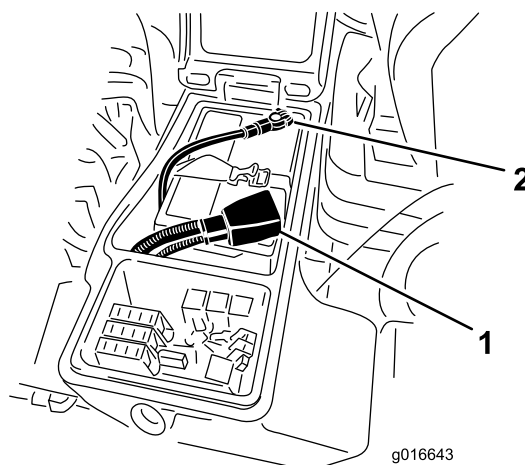

Figura 57
4. Collegate il cavo positivo (rosso) al terminale positivo (+) e il cavo negativo (nero) al terminale negativo (-) della batteria (Figura 57). Fissate i cavi ai poli con viti a testa cilindrica e dadi. Verificate che il morsetto positivo (+) sia completamente sul polo, e che il cavo sia posizionato in modo aderente alla batteria. Il cavo non deve toccare il coperchio della batteria. Fate scorrere la guaina di gomma sul morsetto positivo per evitare un cortocircuito.